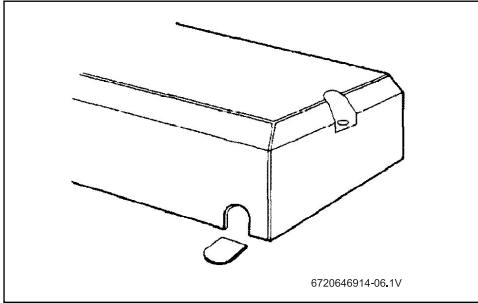

Fig. 9 Cubierta de la unidad
- ▶ Si va a ser a través de la cubierta inferior, corte el saliente de plástico para exponer la funda de goma (Fig. 9):